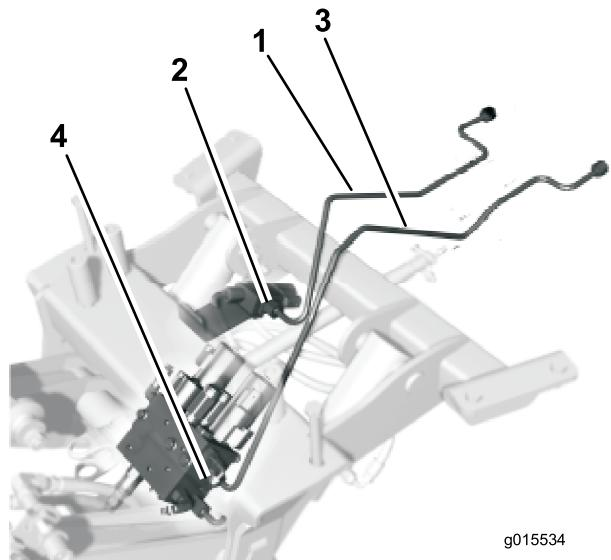

图4
1. 将短液压管松松地安装到阀门的直通接头上图4。
2. 将长液压管松松地安装到阀箱的直通接头上图4。
2. 绕着驱动控制杆的上方布置短液压管子总成 图4。